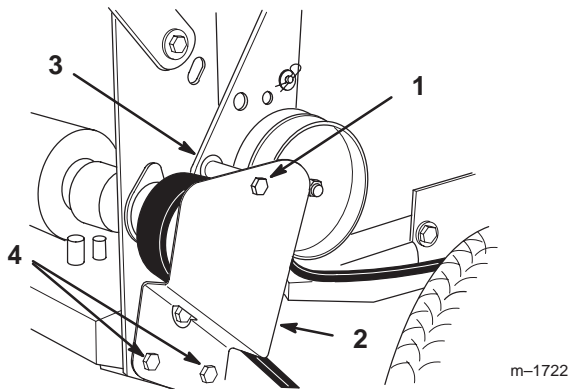

Bild 35
2. Entfernen Sie die obere Innensechskantschraube, die den Spannscheibenträger am hinteren Chassis absichert (Bild 35).
3. Lockern Sie die beiden unteren Befestigungsschrauben so weit, dass der Riemen zwischen der Antriebs-scheibe und dem Spannscheibenträger durchgeht (Bild 35).